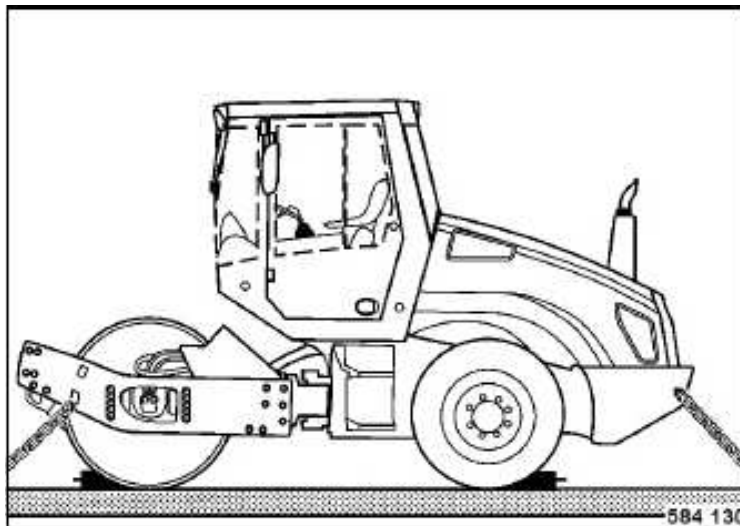

Fig. 71
- Trincar la máquina en el medio de transporte (Fig. 71) fijando el atado en las cuatro armellas del bastidor delantero y trasero.